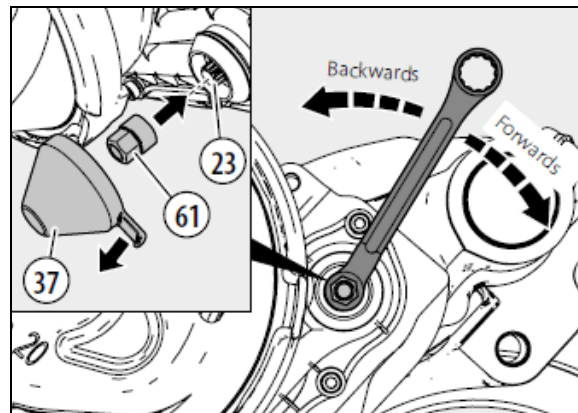

FIGURE 33: RETIRER LE CAPUCHON, MONTER DES PLAQUETTES DE FREIN NEUVES, RÉGLER LE JEU DE DÉPART
7. Dégager le capuchon de la vis de réglage (37) avec l'embout, en veillant à ne pas desserrer l'adaptateur (61) (voir FIGURE 33).